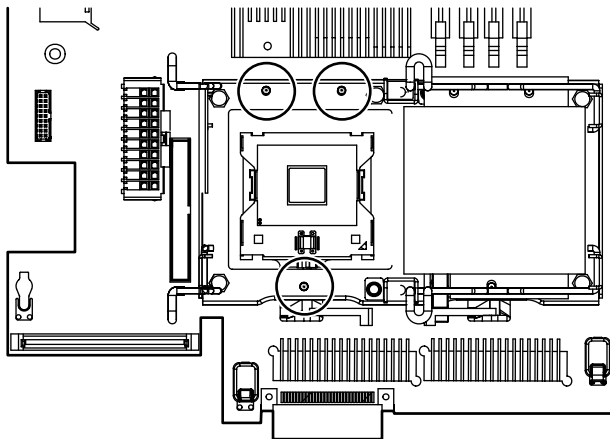

Figure 73 Alignement des broches du processeur avec les trous du connecteur
2. Alignez les trous du dissipateur de chaleur avec les deux chevilles de guidage de la cage du processeur (Figure 73).